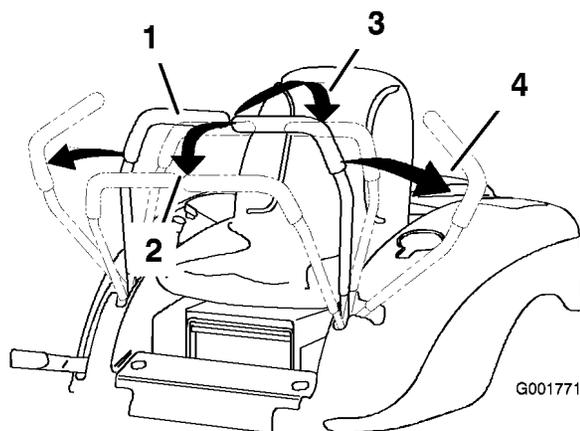

Figura 11
2. Per fare marcia avanti spingete lentamente in avanti le leve di controllo del movimento (Figura 11).
Per spostarvi in linea retta applicate una pressione identica su entrambe le leve di controllo del movimento (Figura 11).
Per girare, rilasciate la pressione sulla leva di controllo del movimento verso la direzione in cui volete voltare (Figura 11).
2. Per fare marcia indietro tirate lentamente indietro le leve di controllo del movimento (Figura 11).